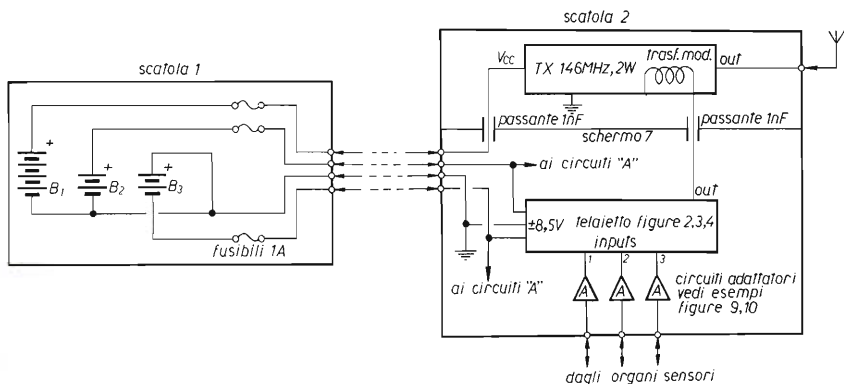
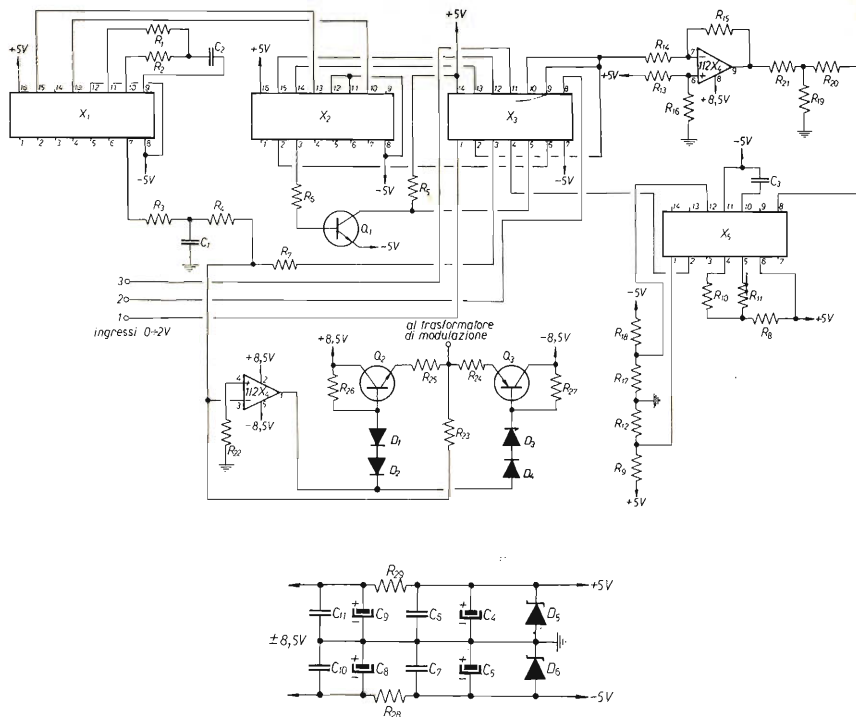
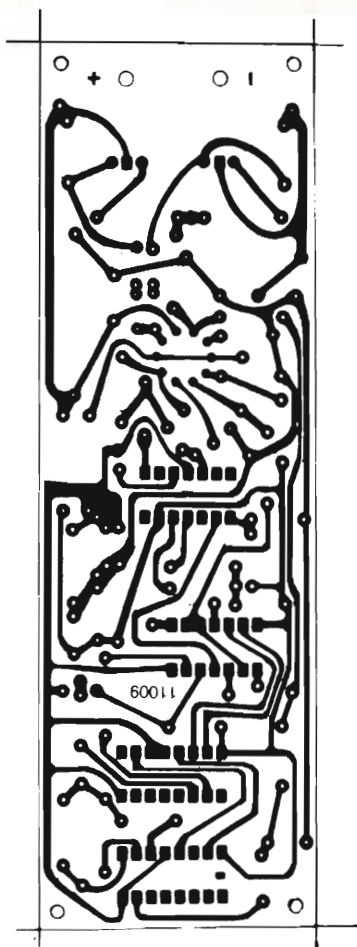
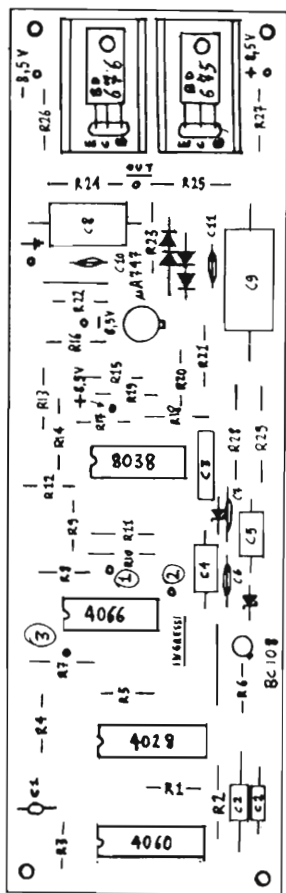

figura 1
figura 2
figura 3
figura 4
Il contenuto della scatola 2, come illustrato in figura 1, comprende il telaio TX sui 146 MHz, un vecchio telaio S.T.E. in AM a 4 stadi, oscillatore quarzato 73 MHz, duplicatore, pilota e finale da 2 W, ora non più in produzione, ma che può essere sostituito da qualunque oggetto analogo, più il telaio stampato di figura 3; lato componenti in figura 4, che è utilizzato dal circuito di figura 2, chiave del complesso, e infine i circuiti che in figura 1 sono contrassegnati da una « A », il cui compito è di trasformare le varie accozzaglie di tensioni e segnali diversi forniti dai sensori piazzati sulla moto in tensioni variabili tra 0 e 3 V; devono essere progettati in modo tale da poter essere caricati da una impedenza di circa 80 k Ω , il che non è difficile.
- (b) i transistori BD675/676 devono essere raffreddati come visibile in figura 4
Lato rame circuito stampato di figura 2.
Lato componenti circuito stampato di figura 2.
Descrizione teorica dello schema di figura 2